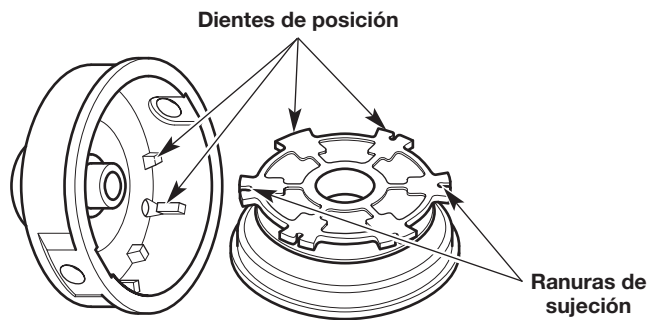

Fig. 19
- Compruebe que los dientes de posición y las ranuras de sujeción no estén desgastados (Fig. 19). Si fuera necesario, quite las rebabas o cambie el carrete interior y la bobina exterior.